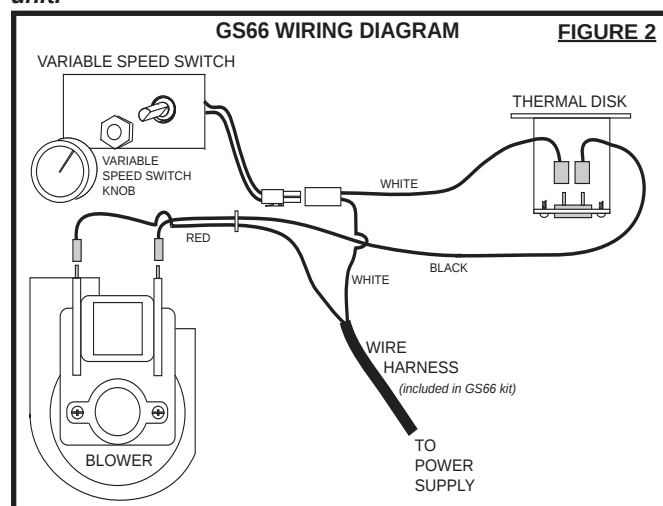

FIGURE 2
2. Connect the black and red wires of the wire harness to the prongs on the blower. (FIGURE 2)
3. Connect the white and black wires of the wire harness to the prongs on the thermodisc. (FIGURE 2)
5. Connect the wiring for the variable speed switch. (FIGURE 2)
2. Reliez les raccords des fils noir et rouge du harnais de fils aux bornes de la soufflerie. (FIGURE 2)
3. Reliez les raccords des fils blanc et noir du harnais de fils aux bornes du thermodisque. (FIGURE 2)
5. Raccordez le filage de l'interrupteur à vitesse variable. (FIGURE 2)